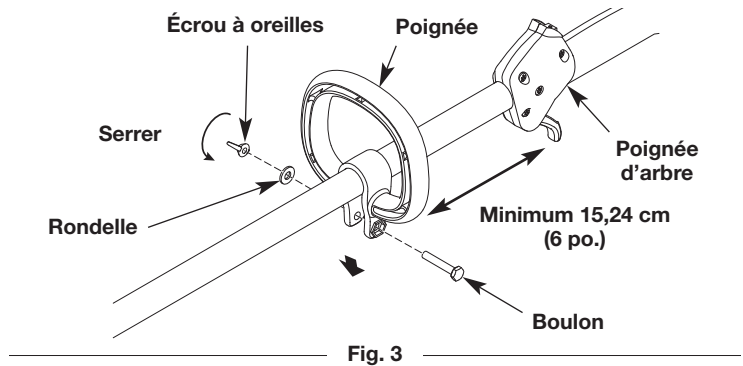

Fig. 3
1. Poussez la poignée sur le tube de l'arbre (Fig. 3). Le trou de boulon hexagonal dans la poignée doit être orienté vers la gauche.
2. Insérez le boulon dans le trou hexagonal et poussez-le à travers (Fig. 3). Placez la rondelle sur le boulon. Vissez l'écrou à oreilles sur le boulon, mais sans le serrer complètement.
3. Tout en tenant l'appareil en position d'utilisation (Fig. 7), déplacez la poignée à la hauteur vous assurant la meilleure prise en main. Placez-la à 15,24 cm (6 po.) au moins de l'extrémité de la poignée d'arbre (Fig. 3).
1. Desserrez l'écrou à oreilles (Fig. 3).
2. Tout en tenant l'appareil en position d'utilisation (Fig. 7), déplacez la poignée à la hauteur vous assurant la meilleure prise en main. Placez-la à 15,24 cm (6 po.) au moins de l'extrémité de la poignée d'arbre (Fig. 3).